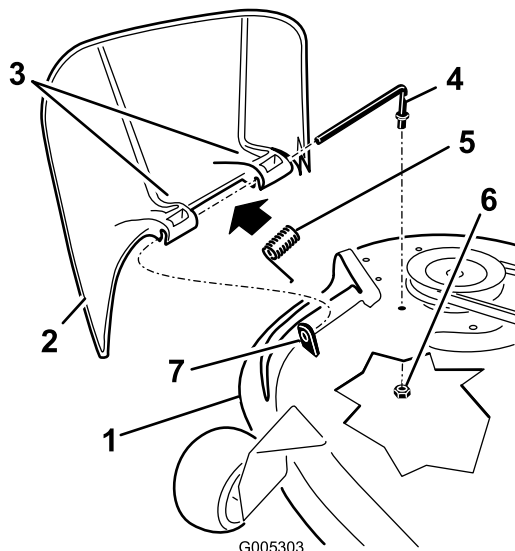

Figure 59
1. Localisez les éléments montrés à la Figure 59.
6. Placez le ressort sur la tige, les fils d'extrémité dirigés vers le bas, entre les supports du déflecteur d'herbe. Insérez la tige dans le deuxième support du déflecteur d'herbe (Figure 59).
7. Insérez la tige à l'avant du déflecteur dans la courte cheville de positionnement sur le tablier. Fixez l'extrémité arrière de la tige dans le tablier de coupe à l'aide d'un écrou (9,5 mm / 3/8 po) (Figure 59).
2. Retirez l'écrou (9,5 mm / 3/8 po) de la tige, sous le tablier de coupe (Figure 59).
3. Sortez la tige de la courte cheville de positionnement, du ressort et du déflecteur d'herbe (Figure 59). Déposez le déflecteur d'herbe s'il est endommagé ou usé.
4. Remettez en place le déflecteur d'herbe (Figure 59).